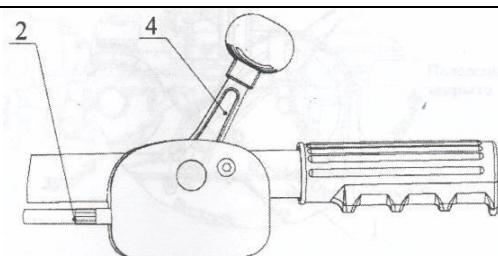

Рис. 8
- Изменение скорости движения мотоблока производите перемещением рычага газа 4 (см. Рис. 8)
- Для остановки двигателя переместите рычаг газа 4 (см. Рис. 8) в положение «СТОП» (крайнее положение на себя).
- Рычаг газа 4 (см. Рис. 8) используйте не более чем на 2/3 его хода.
⚠ ПРЕДУПРЕЖДЕНИЕ: Пока вы не приобретете навыки обращения с мотоблоком, начинайте работу при положении ручки газа 4 (см. Рис. 8) в среднем положении.